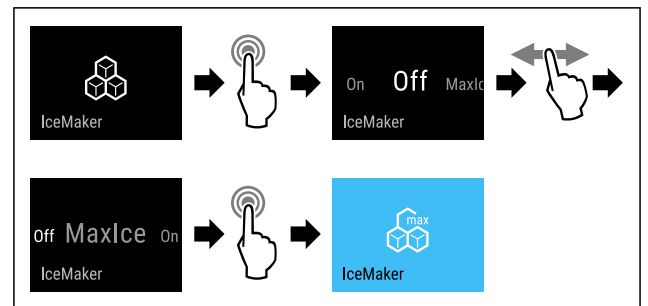

Fig. 17
- ▶ Provedte akční kroky (viz Fig. 17).